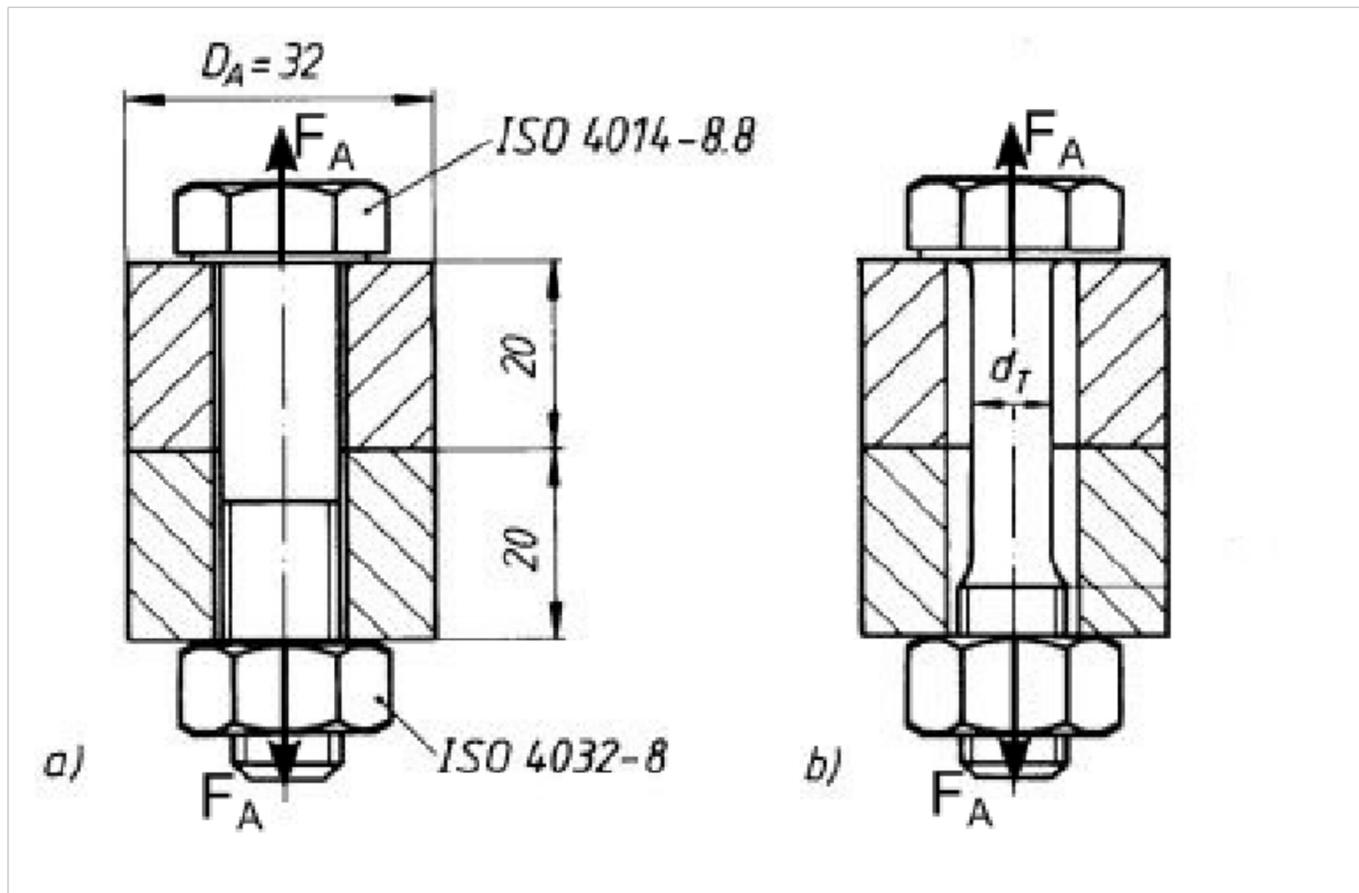

Abbildung 2.1: Durchsteckverbindung von zwei Platten mit Schaft- und Dehnschraube
f) Sicherheit gegen Dauerbruch (2,5 Punkte) Gehen Sie nun davon aus, dass die Schaftschraube durch die Dehnschraube (rechts in Abb. 2.1) ersetzt wurde. Alle bisher berechneten Größen bleiben erhalten. Falls erforderlich, sind der Tailendurchmesser d_T und der Spannungsdurchmesser d_S oben gegeben. Gesucht ist die Sicherheit gegen Dauerbruch, wenn die Betriebskraft F_A wie gehabt zwischen 4 und 16 kN anschwilt. Rechnen Sie mit der gegebenen zulässigen Amplitudenspannung $\sigma_{a,zul}$.